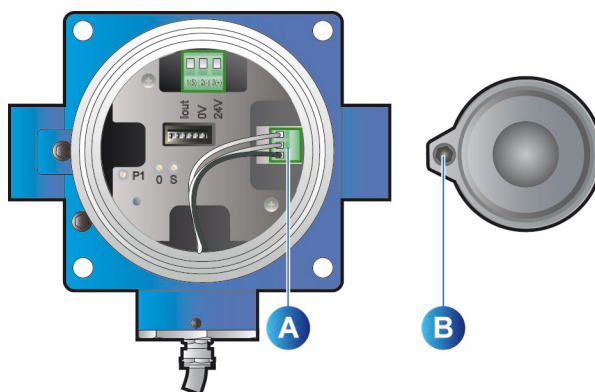

Figura 16: OLCT 100HT – elementos específicos relativos a la celda de alta temperatura.
- Desatornillar el tornillo de sujeción (Figura 16, rep. B) de la cubierta del cabezal de detección y retirar ésta última.